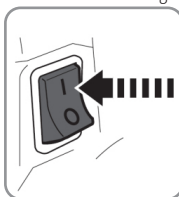

Fig. 8
2. El interruptor de parada se encuentra normalmente en la posición "I", lo que indica que el encendido está activado y el motor está listo para arrancar cuando no está presionado. Si el interruptor de parada se mueve a la posición "0", el encendido se apaga. Después de apagar el motor, el encendido se activa automáticamente de nuevo (Fig. 8).